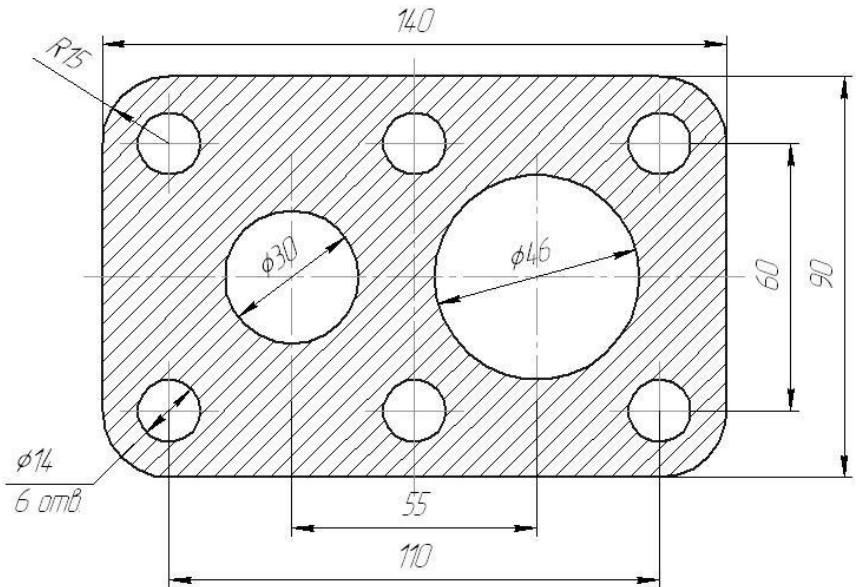

Рисунок 2.2. – Ескіз основи моделі
- побудувати ескіз моделі, зображений на рис. 2.2. та витиснути його на відстань 20 мм;